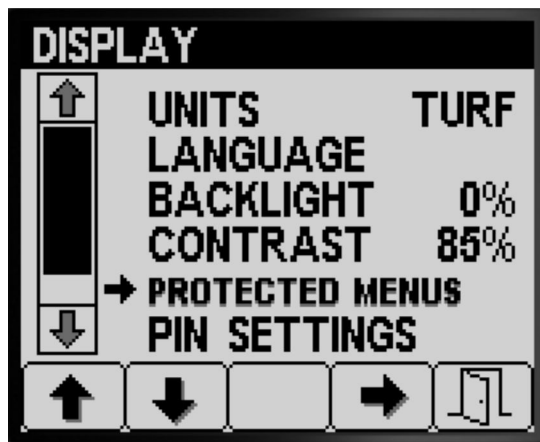

Figure 21
- Appuyez sur le bouton 1 ou 2 pour naviguer jusqu'à l'option MENUS PROTÉGÉS (Figure 21).
2. Appuyez sur le bouton 4 pour sélectionner l'option MENUS PROTÉGÉS (Figure 21).